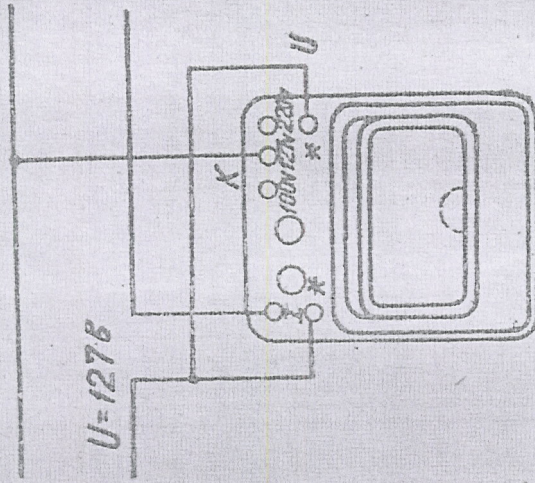

рис.4
1.1. Непосредственное включение прибора производится только в электрические цепи с номинальными напряжениями 100, 127 и 220 в и номинальными токами от 1 до 10 а. Непосредственное включение прибора производится по схеме рис.4.